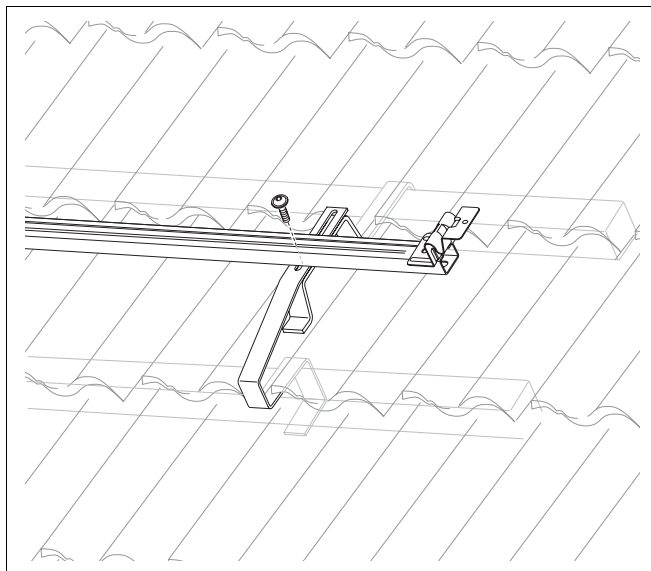

Fig. 23 Atornillar los perfiles guía montados previamente con el gancho de tejado y su complemento
- ▶ Coloque el perfil guía montado previamente sobre el gancho de tejado instalado (fig. 23).